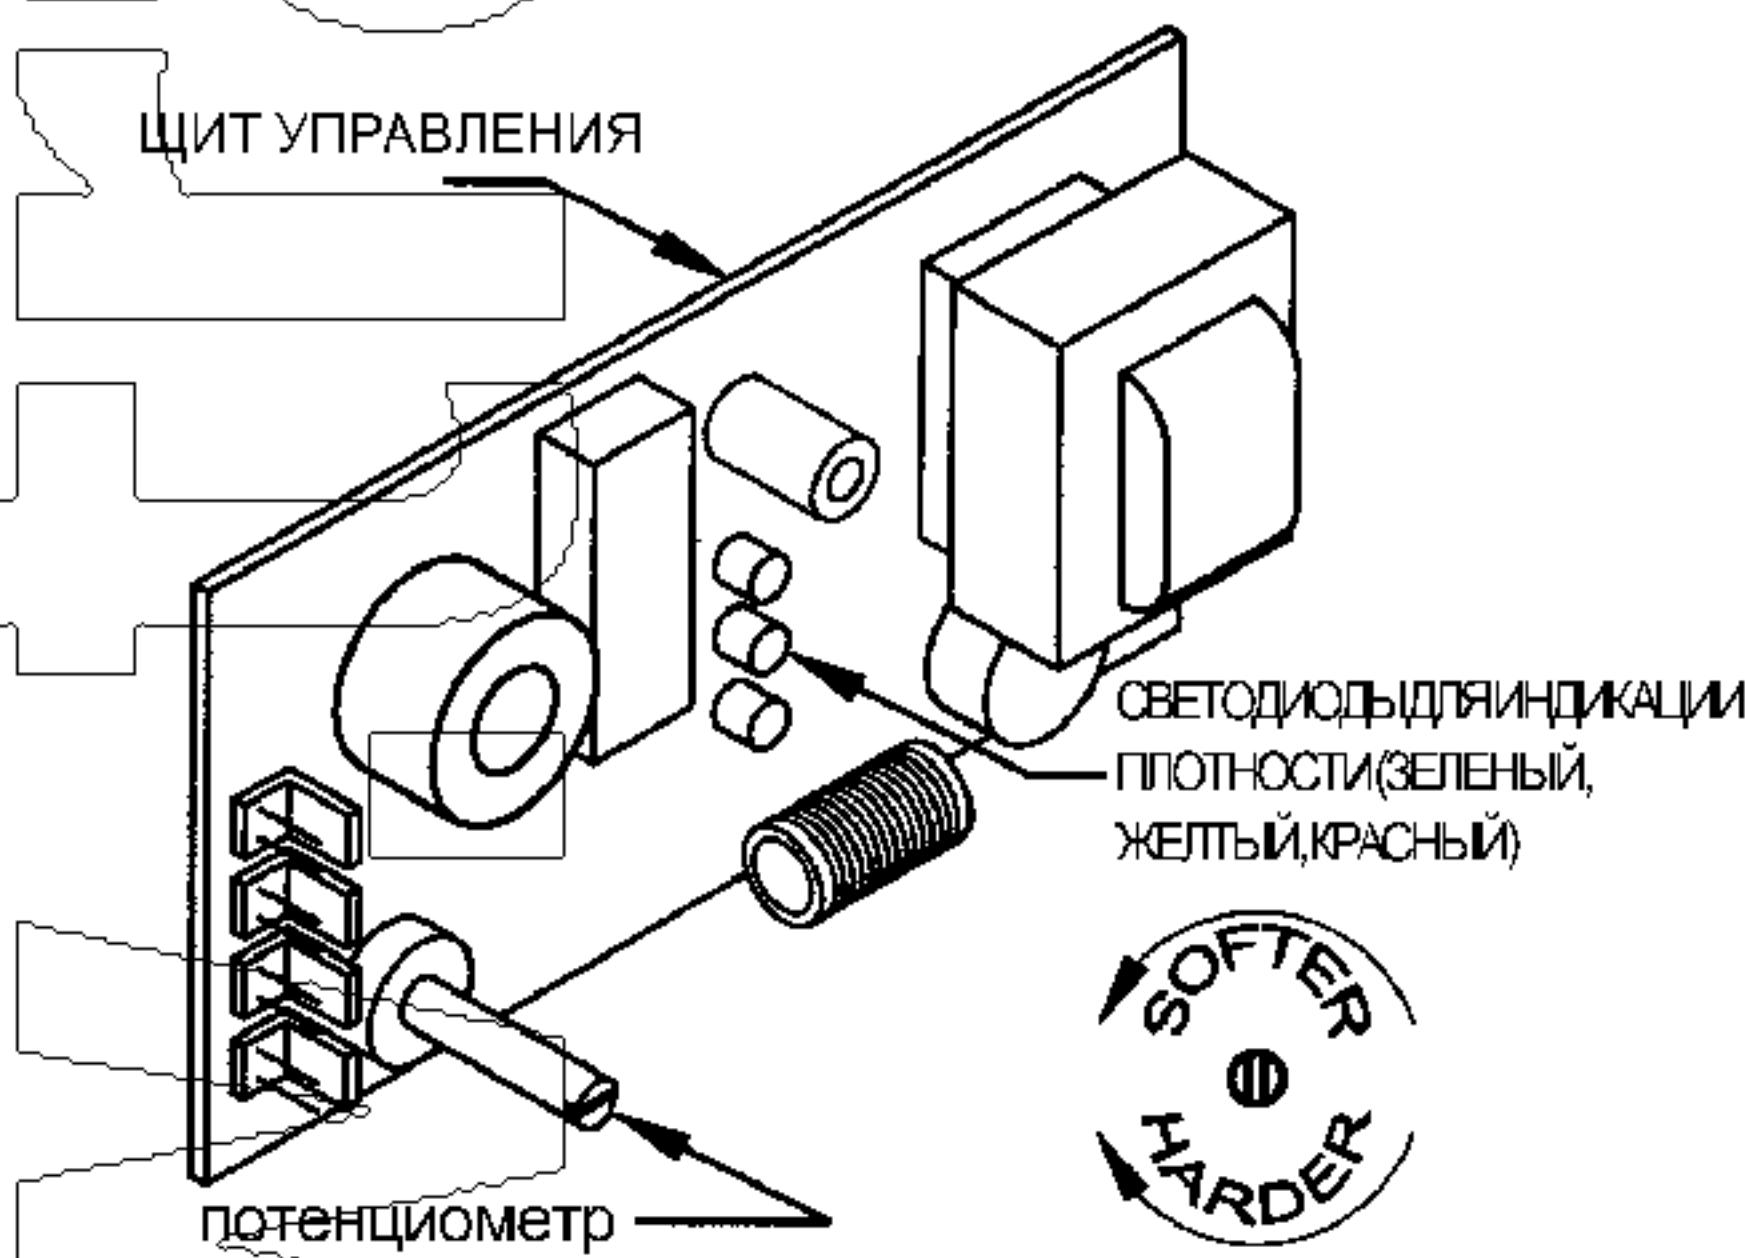

Рис. 28. Электронное устройство регулировки плотности
2. С помощью маленькой корончатой и изолированной отвертки установите устройство регулирования (потенциометр) в положение двенадцать часов (рис. 28). Поверните потенциометр по часовой стрелке, для того чтобы увеличить твердость продукта, и против часовой стрелки, для того чтобы сделать его мягче.
4. Обратите внимание на три светодиода (зеленый, желтый и красный) на рис. 28. Они используются как ориентиры при регулировке плотности. Вначале все светодиоды выключены. Это указывает на то, что смесь слишком жидккая. Теперь включается компрессор.